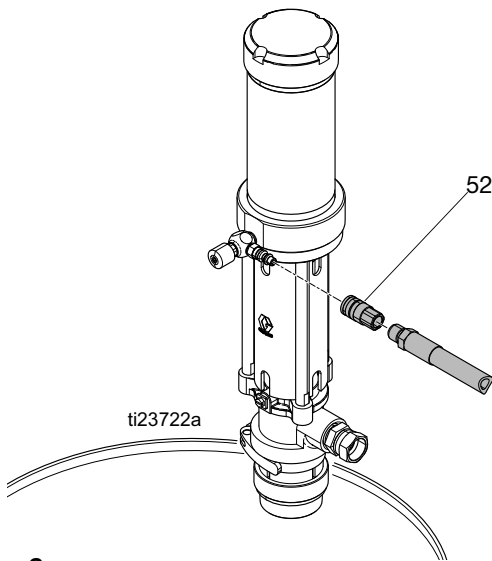

Рис. 8
5. Подключите линию подачи сжатого воздуха (мин. внутренний диаметр 76 мм (3/8")), используя входящую в комплект соединительную муфту (52). См. Рис. 8.